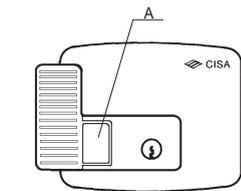

FIG. 3
- To operate the "STOP DEVICE" (series 11551, 11560, 11630, 11631, 11731, 11931), press push-button **A** and block it by turning the key (fig. 3).
- Pour engager le "CLIQUET DE CONDAMNATION" (série 11551, 11560, 11630, 11631, 11731, 11931), presser le bouton **A** et le verrouiller en tournant la clé (fig. 3).
- Para activar el "PASADOR DE BLOQUEO" (serie 11551, 11560, 11630, 11631, 11731, 11931), oprimir el pulsador **A** y bloquearlo girando la llave (fig. 3).
- Для подключения режима «БЛОКИРОВКА ОТКРЫТОЙ ДВЕРИ» (серии 11551, 11560, 11630, 11631, 11731, 11931) нажать на кнопку «А» и заблокировать ее, повернув ключ (рис. 3).